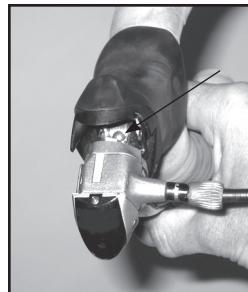

Figura 6: Extremo empomado del cable de la maneta del freno
4. Asegúrese de que el extremo empomado del cable está ajustado adecuadamente en la maneta del freno (Figura 6).